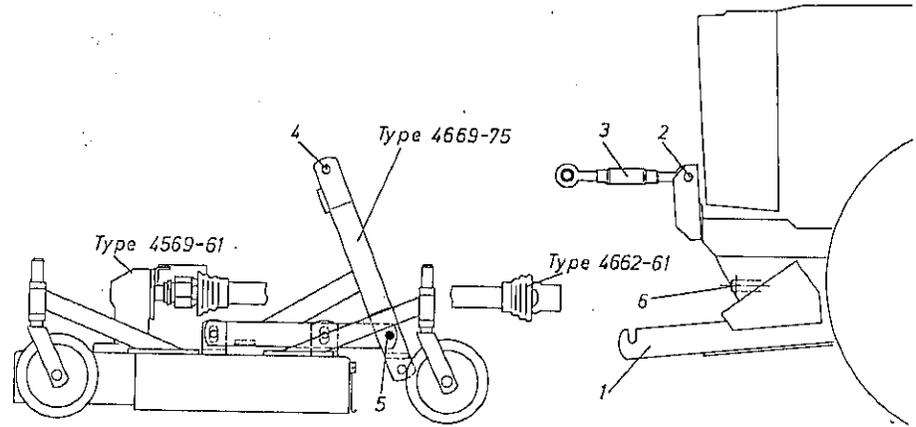

Abb. 64
2. Schlepper an die Anlenkpunkte (5 Abb. 64) heranfahren (Sicherungsbolzen von Schnellkuppler müssen in der hinteren Stellung stehen).
4. Oberlenker (3 Abb. 64) am Schlepper (bei 2 Abb. 64) und am Sichelmäher (bei 4 Abb. 64) abstecken und sichern.